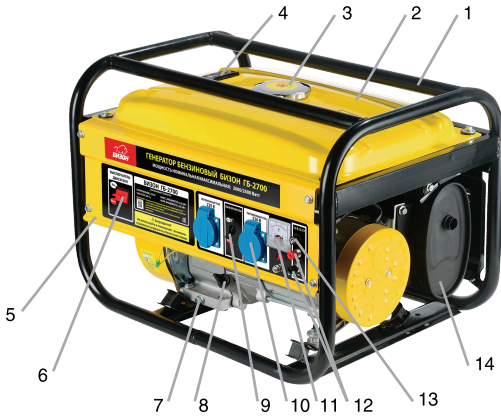

Рис. 2. Общий вид ГБ-2700, ГБ-3000
7.2.2. Открыть крышку топливного бака (3) (рис. 2).
7.2.3. Заправить бак топливом, при этом топливо заливать через фильтр(2) , встроенный в горловину бака (рис. 2). Использовать чистый бензин с октановым числом не ниже 92. При заправке необходимо оставить некоторое пространство в баке для расширения топлива. Хранить бензин перед использованием не более 30 дней.